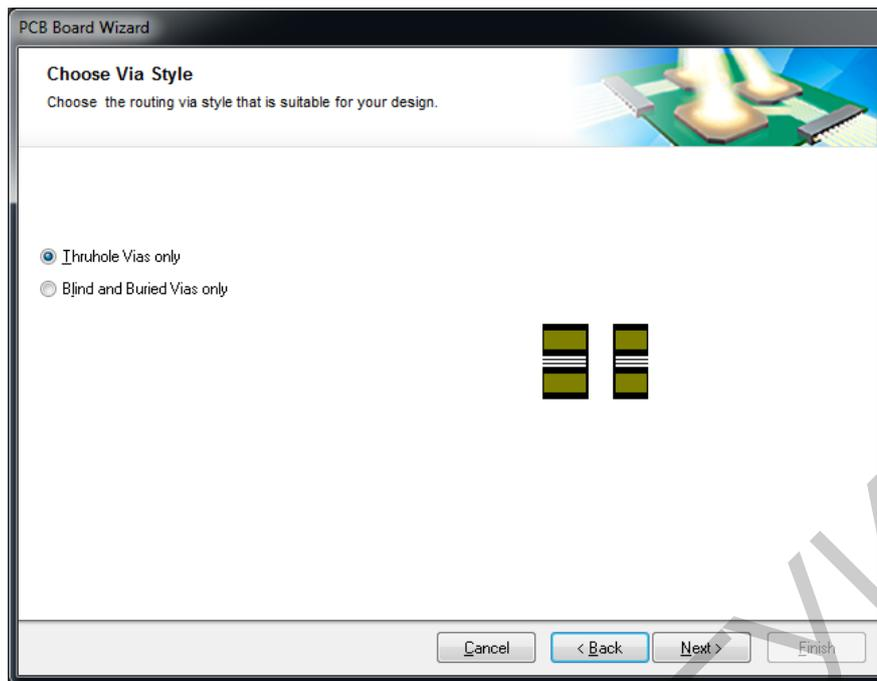

Рис. 61. Определение преобладающего типа компонентов на печатной плате
8. На следующем шаге, Choose Component and Routing Technologies (рис. 61), предлагается выбрать преобладающий тип компонентов – поверхностно-монтируемые (Surface-mount Components) или монтируемые штырями в отверстия (Through-hole Components).